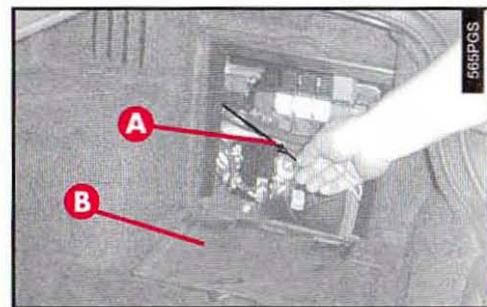

fig. 160
En cas de non-fonctionnement de la commande électrique, il est en tout cas possible d'ouvrir le volet en tirant la corde (A-fig. 160) placée sur le côté droit du coffre à bagages. Pour accéder à la corde, ouvrir le volet (B).